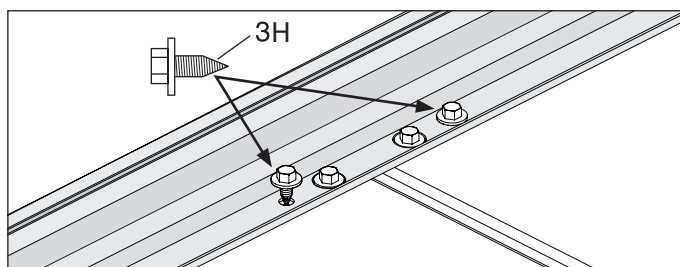

Figura 12
- b. (Sólo instalación doble) Instale los tornillos externos en el soporte de montaje común, alinee la moldura superior y sujete con una llave de 3/8". (Consulte la Figura 12).